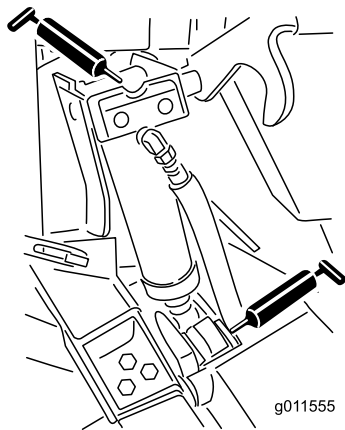

Figura 46
- 4 casquillos de los cilindros de elevación (Figura 46)